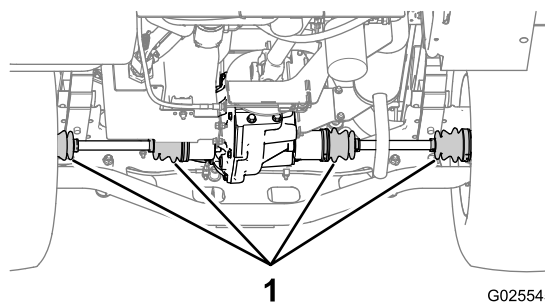

図 66
2. 後アクスル部分にある風速安定ボックスが破損していないか、潤滑剤が漏れていないか点検する 図 66。